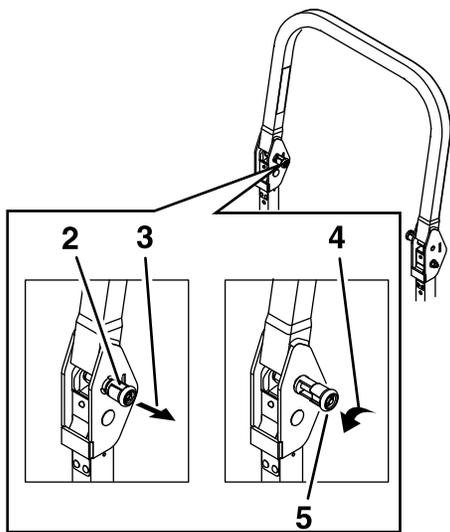

Рисунок 8
2. Потяните обе ручки наружу и поверните их на 90 градусов, чтобы они не были введены в зацепление (Рисунок 8).
3. Опустите защитную дугу в нижнее положение (Рисунок 8).